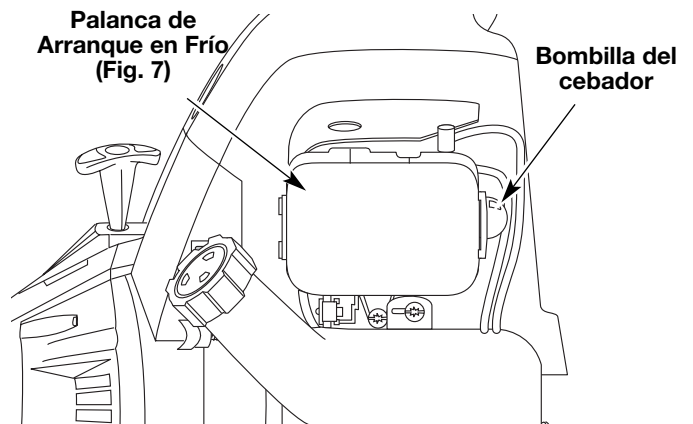

Fig. 8
- 4. Oprima completamente el cebador y suéltelo 10 veces. Hágalo lentamente. Se deberá ver un poco de **combustible en el cebador** y en las tuberías de alimentación de combustible (Fig. 8). Si no puede ver el combustible en el cebador, oprímalo y suéltelo tantas veces como sea necesario hasta que vea combustible en el mismo.